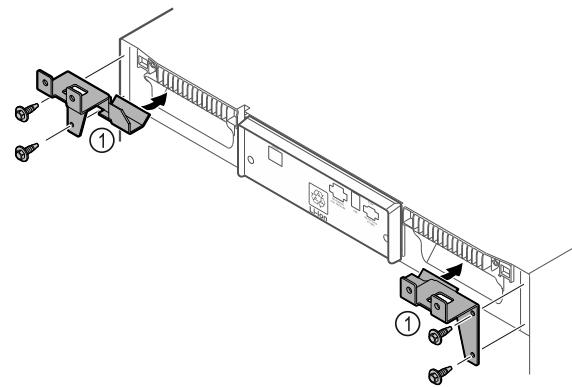

Fig. 10
- ▶ Namontujte prídržné diely Fig. 10 (1) na zariadenie pomocou samorezných skrutiek.